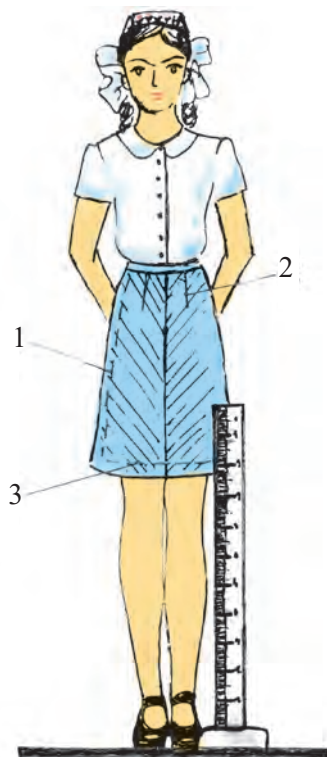

Рис.47. Подготовка юбки к примерке.
2. Надеть юбку, приколоть ее к корсажу, совмещая боковые швы, линии середины деталей с условными линиями на фигуре (рис. 47).